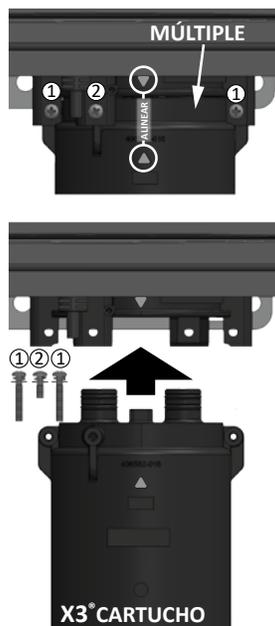

Figura 34 - Instalación del cartucho X3®
**AVISO:** El cartucho X3® está enchavetado para instalarlo únicamente en una dirección. Alinee la ▲ en el cartucho con la ▼ en el múltiple. Cuando inserte el cartucho, empuje hacia arriba hasta que se alineen los orificios de los tornillos. Algo de resistencia es normal. Consulte la Figura 34.
**4** Retire los dos tornillos largos y el tornillo corto que fijan el cartucho X3® al múltiple ubicado en el lado inferior del gabinete del calentador de agua. Deje los tornillos a un lado en un lugar seguro para volver a instalarlos. Coloque un cubo debajo del gabinete del calentador de agua para recoger toda el agua residual. Observe el orden de los tornillos cuando los retire. Consulte la Figura 34.